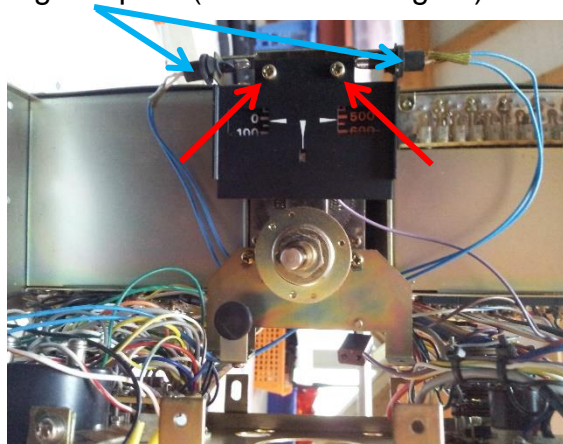

Abbildung 10
- Entfernen Sie die Skalenscheibe und die beiden Schrauben der Skalenabdeckung sowie die zwei Skalenbeleuchtungslampen. (siehe Abbildung 10)